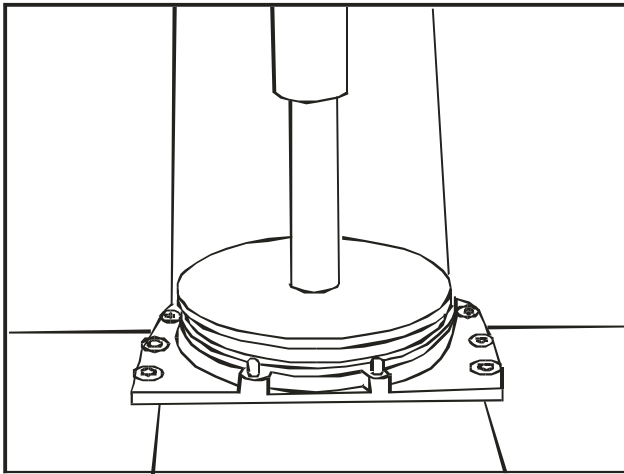

FIG 19
16. Monte o vedador após determinar a posição **A, B, OU C DO MESMO NA CARCAÇA**. USE A FERRAMENTA Nº 81 30 412, **Fig. 19**.